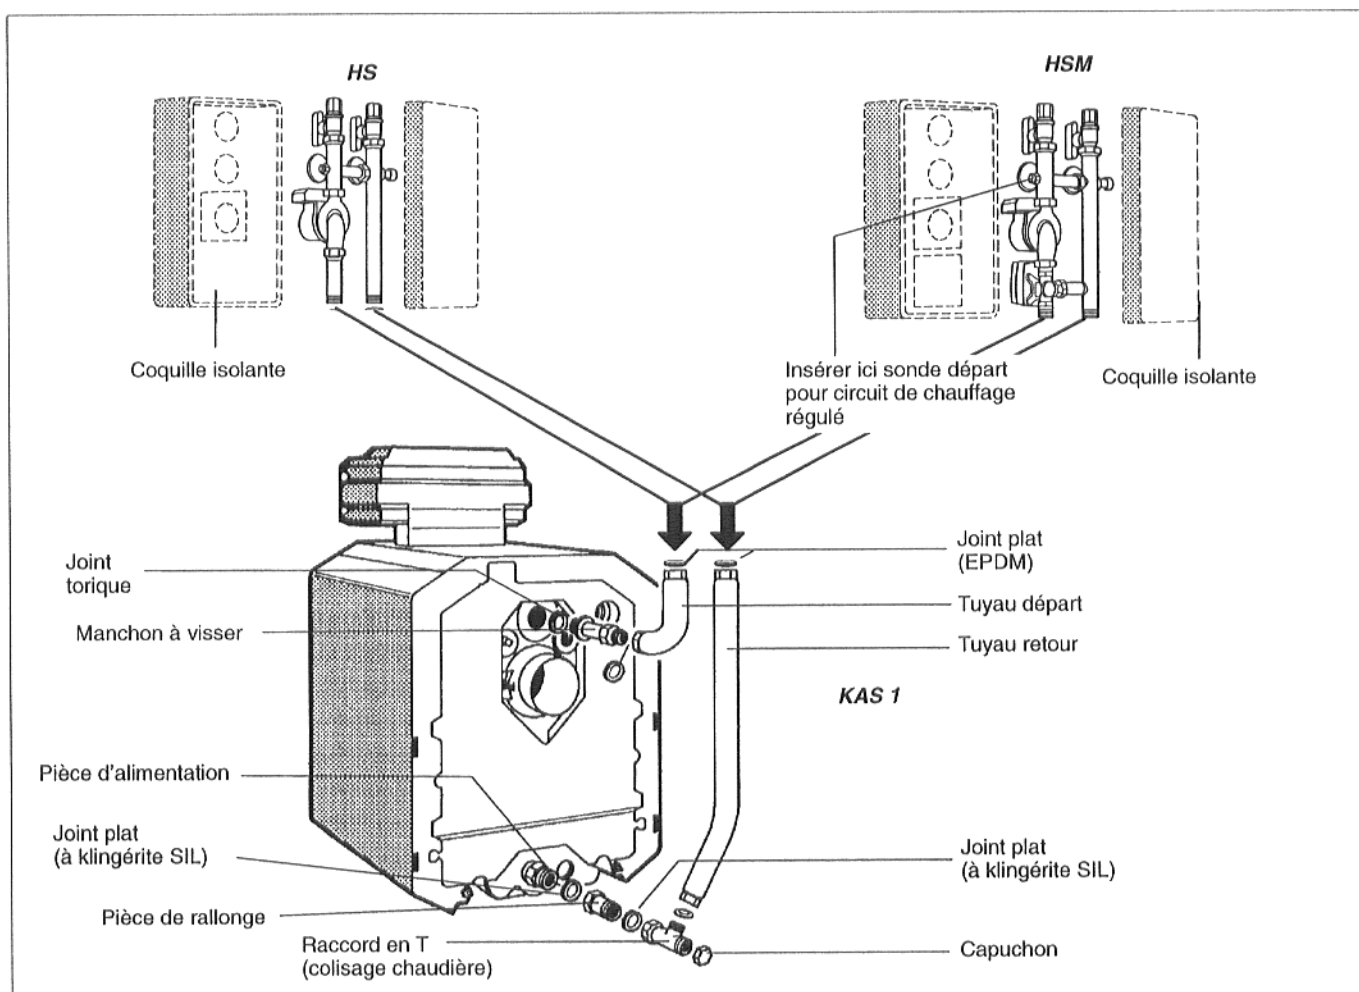

Fig. 2 Kit de raccordement chaudière, kit circuit de chauffage avec / sans vanne mélangeuse pour la chaudière G 115
Le kit de raccordement chaudière KAS 1 peut être monté en le combinant avec les sets de raccordement circuit de chauffage HS sans vanne mélangeuse et HSM avec vanne mélangeuse (Fig. 2). Pour le raccordement simultané de deux circuits de chauffage, reportez-vous au chapitre 3.
- Visser le manchon à visser avec le joint torique dans le départ chaudière (Fig. 2).
- Sur le côté court du tuyau départ, mettre un joint plat dans l'écrou raccord. Visser légèrement le tuyau départ avec le manchon à visser (Fig. 2).
- Aligner le côté long du tuyau départ à la verticale, serrer fermement le raccord-union entre le manchon à visser et le tuyau départ (Fig. 2).
- Mettre le joint plat dans le raccord-union entre la pièce de rallonge et la pièce d'alimentation dans le retour chaudière et le visser (Fig. 2).
- Placer le joint plat dans le raccord-union du raccord en T et visser légèrement le raccord en T sur la pièce de rallonge (Fig. 2).
- Rattacher le tuyau retour, avec le côté court vers le bas, à la sortie latérale du raccord en T, placer le joint plat, aligner et serrer le raccord-union (Fig. 2).
- Aligner le côté long du tuyau retour à la verticale et serrer fermement le raccord-union entre la pièce de rallonge et le raccord en T (Fig. 2).
- Visser le capuchon à l'arrière sur le raccord en T (Fig. 2).
2.2 Kit circuit de chauffage sans (HS) / avec vanne mélangeuse (HSM)
- Placer le kit circuit de chauffage sans vanne mélangeuse (HS) ou avec (HSM) sur les tuyaux selon Fig. 2, serrer les deux raccord-union et vérifier l'étanchéité.
- Faire glisser les coquilles isolantes des deux côtés sur le kit circuit de chauffage correspondant selon Fig. 2.